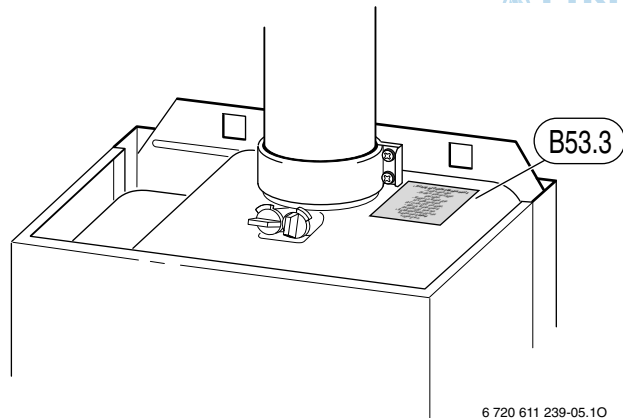

Bild 5
- Großen Aufkleber (B53.3) oben auf dem Gerät in der Nähe des Abgasrohrs anbringen (Bild 4 bzw. Bild 5).